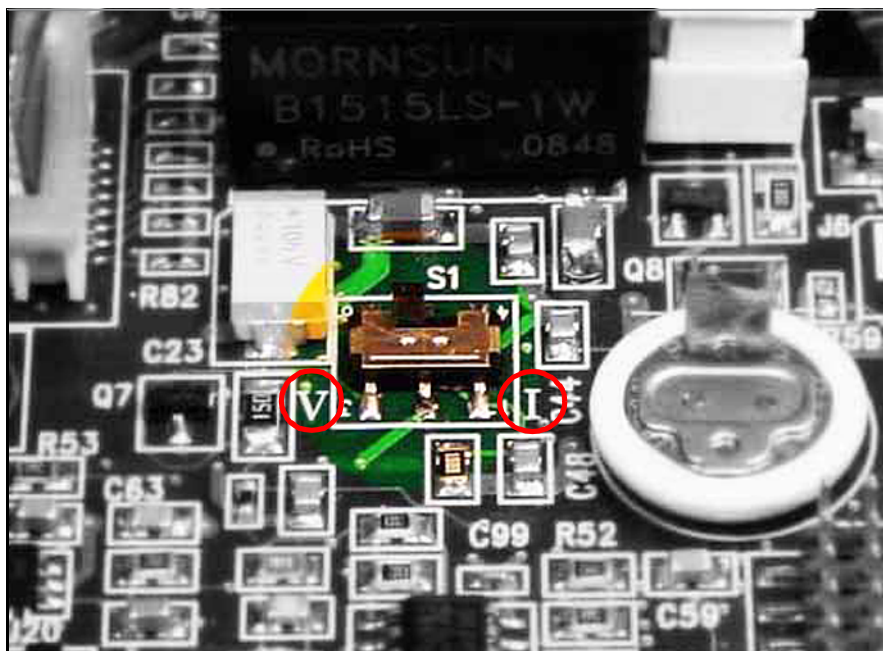

Рисунок 8: Переключатель S1 на главной печатной плате
Выполняйте эти шаги для проверки или сброса переключателя **S1** (см. Рисунок 8):
6. Локализируйте переключатель S1 (см. выделенную зону в Рисунок 8 ниже).